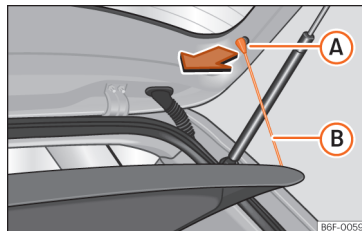

Fig. 167 Na bagageira: desmontar e montar a chapeleira.
- Desengate os tirantes de fixação »» **Fig. 167** (B) dos alojamentos (A).
- Engate os tirantes de fixação »» **Fig. 167** (B) na porta da bagageira.